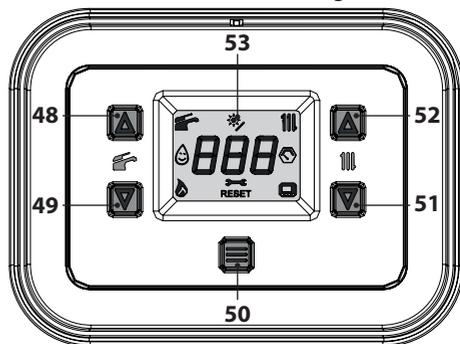
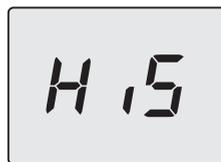

Figura 3.16
Figura 3.17
- Entrare in "modalità programmazione" premendo contemporaneamente per 5 secondi i tasti 49 e 51 (Figura 3.16) fino a far apparire sul display LCD le lettere **HiS** che indicano il menu "Storico delle caldaia" (Figura 3.17).
- tenere premuti contemporaneamente i tasti 49 e 51 per 5 sec. (Figura 3.16) (salita di un livello).
Per il ripristino del normale funzionamento della caldaia, basta premere il tasto 50 (Figura 3.16).